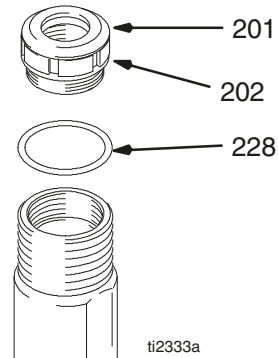

Fig. 13
Fig. 13. Instale la junta (201) en la tuerca prensaestopas (202). Instale el espaciador de ajuste del collarín (228) en la tuerca prensaestopas. Instale, sin apretar, la tuerca de empaquetadura en el cilindro.